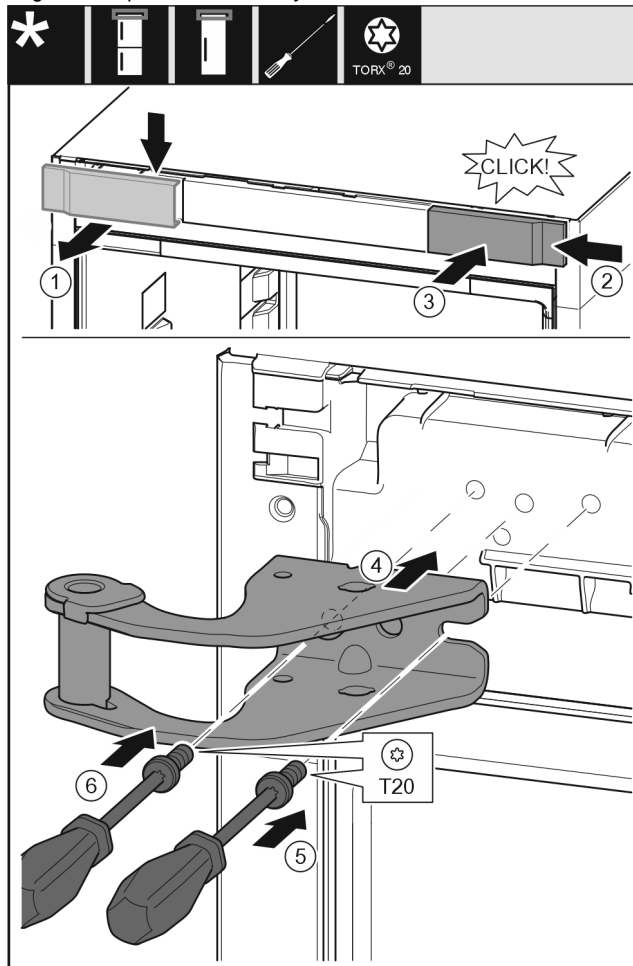

Fig. 15
- ▶ Afdekking Fig. 15 (1) van boven af naar voren lostrekken.
- ▶ Afdekking Fig. 15 (2) 180° gedraaid aan de andere zijde van rechts inhangen.
- ▶ Afdekking Fig. 15 (3) vastklikken.
- ▶ Bovenste lagerbok Fig. 15 (4) bevestigen.
- ▶ Schroef Fig. 15 (5) met schroevendraaier plaatsen en vastdraaien.
- ▶ Schroef Fig. 15 (6) met schroevendraaier plaatsen en vastdraaien.